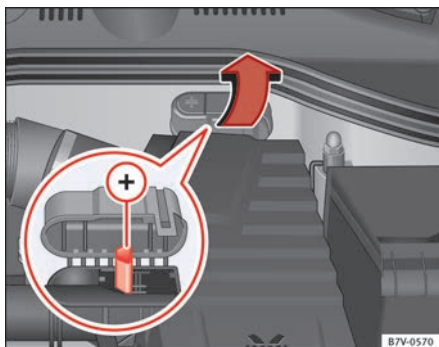

Abb. 215 Im Motorraum: Starthilfepunkt Pluspol (+).
- Öffnen Sie gegebenenfalls im Motorraum die Batterieabdeckung ⇒ Seite 300 bzw. klappen Sie die Kappe des Pluspols¹⁾ in Pfeilrichtung zur Seite ⇒ Abb. 215.
- Ein Ende des *roten* Starthilfekabels an den Pluspol ⇒ Abb. 216 ⊕ bzw. ⇒ Abb. 215 ⊕ des Fahrzeugs mit der entladenen Fahrzeugbatterie ⊕ anklennen ⇒ △.